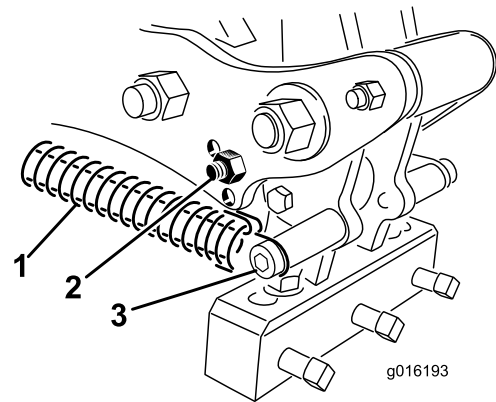

Bild 35
3. Lösen Sie die Federspannung zum Zinkenkopf (Bild 35).
4. Entfernen Sie die Anschlagschraube und den Anschlag vom Verbindungsarm und setzen sie wieder in das andere Einstellloch ein (Bild 35).